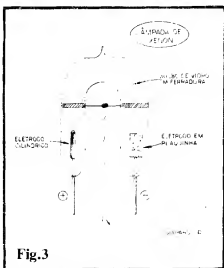

Fig. 3
**- FIG. 3 - DETALHANDO VISUALMENTE A LÂMPADA DE XENON...** - Como se trata de um componente pouco "comum" nas montagens costumeiras de A.P.E., vale um detalhamento da lâmpada de Xenon, para que ninguém alegue "desconhecimento"... A dita cuja tem forma de "U" ou ferradura, estruturada como um tubo de vidro contendo dois eletrodos nas extremidades do citado "U"... Tais eletrodos constituem terminais **polarizados**: aquele que, internamente ao bulbo de vidro, mostra forma cilíndrica, é o **positivo**, e o em forma de pequena placa quadrada ou retangular, é o **negativo**... Envolvendo as duas "pernas" do "U", um condutor metálico se apresenta na forma de "rabicho", constituindo o terminal de **disparo** (D). Como todo componente diretamente encapsulado em vidro, a lâmpada de Xenon apresenta uma certa "fragilidade", devendo ser manuseada com alguns cuidados elementares, principalmente lembrando de **não**